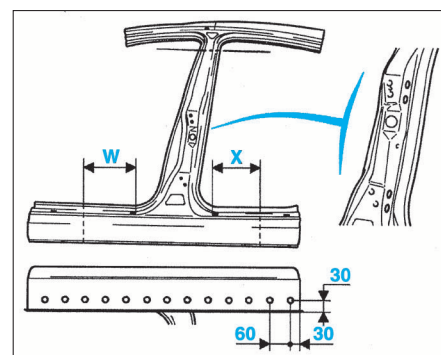

FIG. 61
- Percer à 6,5 mm pour le soudage ultérieur par bouchonnage (Fig.61).